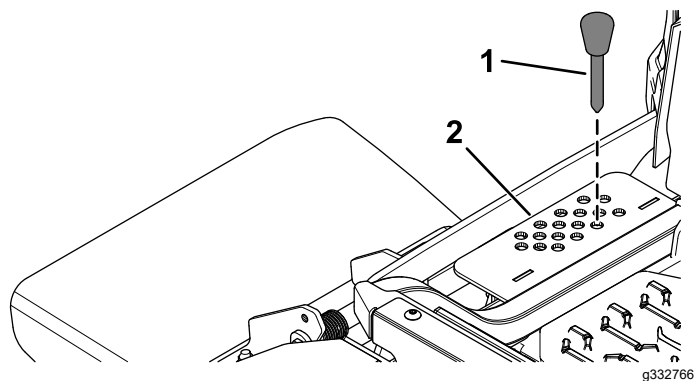

Figure 31
2. Placez l'axe de chape dans le trou du support correspondant à la hauteur de coupe voulue (Figure 31).